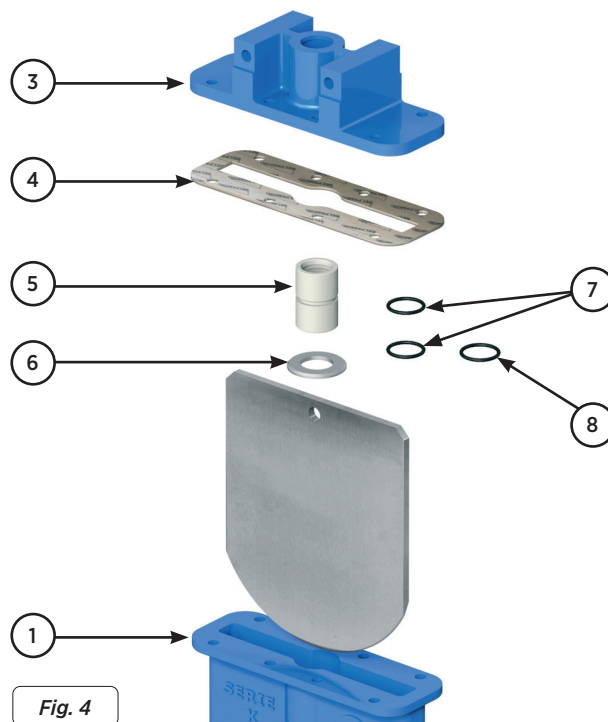

Fig. 4
Casquilho com juntas: este tipo de fecho (fig. 4) obtém a sua estanqueidade através de um casquilho de nylon que se situa entre o corpo e a haste. Este casquilho (5) é introduzido no interior da tampa (3). Até fazer barreira com o ressalto da parte superior da mesma, na parte inferior é colocada uma anilha que é presa ao fixar a tampa (3) e o corpo (1) e, por sua vez, impede que se possa mover o casquilho. Este casquilho possui duas juntas tóricas interiores que garantem a estanqueidade entre a haste e o casquilho, bem como outra junta tórica exterior (8) para garantir a ausência de fugas entre o casquilho e a tampa do corpo. É um sistema recomendado para válvulas que trabalham com líquidos. Consultar os vários tipos de materiais das juntas tóricas na tabela 2.